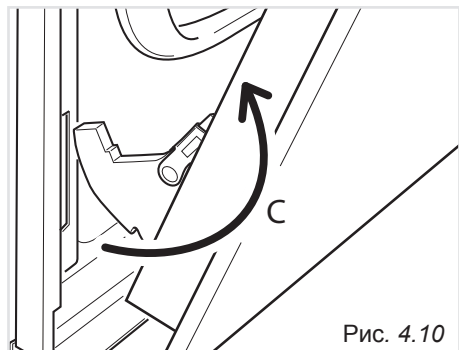

Рис. 4.10
- Вытащите крючки шарнирного соединения из пазов, как показано стрелочкой «С» (рис. 4.10).